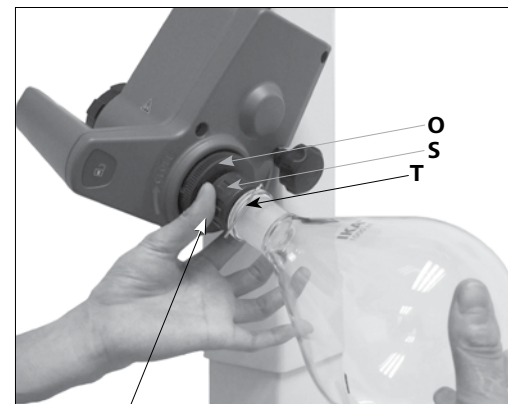

Fig. 15b
- Drehen Sie die Kunststoffmutter (P) mit der Klammer (S) gegen den Uhrzeigersinn bis sich die Klammer über den Flansch legen lässt. (Fig. 15b)
- Drehen Sie die Kunststoffmutter nun im Uhrzeigersinn bis die Klammer am Flansch fest anliegt. Halten Sie dazu die Arretierung (O) des Dampfdurchführungsrohres.